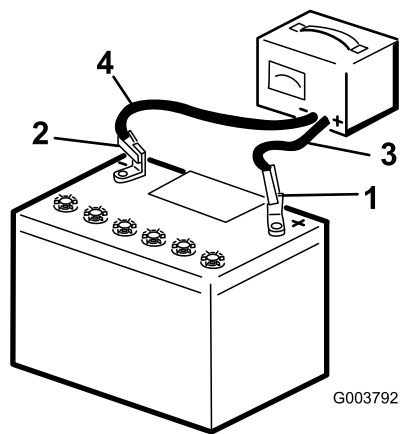

Figura 44
4–6 amperios (Figura 44). No sobrecargue la batería.
3. Cuando la batería esté completamente cargada, desconecte el cargador de la toma de electricidad, luego desconecte los cables del cargador de los bornes de la batería (Figura 44).